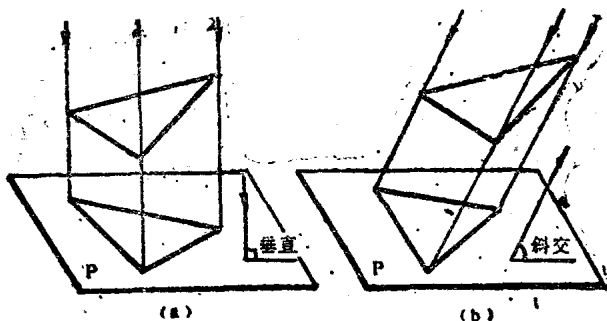

图1—6 平行投影
当投影中心与投影面的距离为无穷远时，则投影线互相平行（如太阳光），这样得到的投影叫平行投影，如图1—5 (b)所示。平行投影又分为两种：
1. 正投影 互相平行的投影线垂直于投影面时，得到的投影叫做正投影，如图1—6 (a)所示。